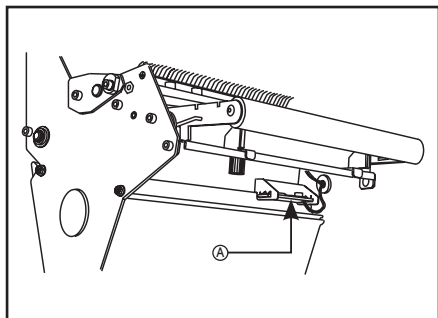

Figura 13
1. Localize o Conjunto de Sensor Inferior do Rolo de Etiquetas (Figura 13-A) localizado debaixo do cilindro intermediário traseiro. (É um grampo carregado à mola com um painel de circuitos.)